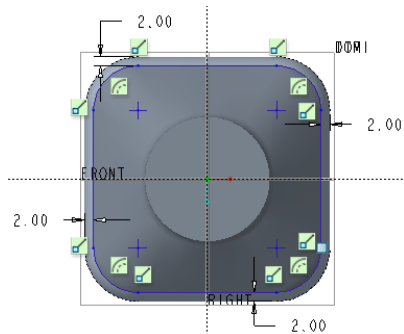

图 13-57 绘制剖面
- 6 绘制图 13-57 所示的剖面, 单击“确定”按钮.